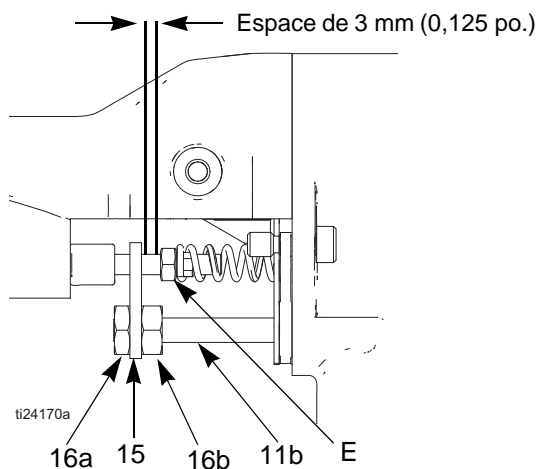

FIG. 33 . Réglage de la tige de commande
2. Retirez le capuchon d'air (1), page 42. Démontez le capotage (26).
3. Retirez l'écrou de blocage (16), la tige de commande (15) et l'écrou de réglage (16). Consultez la FIGURE 33.
Consultez la FIGURE 33.
3. Retirez les écrous de réglage (16a et 16b) et la tige de commande (15). Consultez la FIGURE 33.